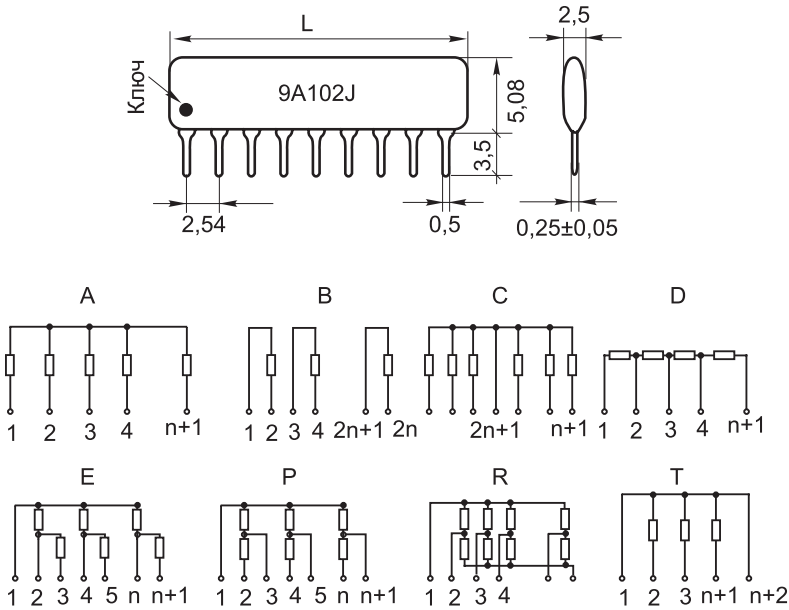

Рис. 1.2. Схемы соединения резисторов в сборках
2. Схема соединения резисторов сборки (рис. 1.2).
В приведенном выше примере маркировка 9A102J означает, что сборка составлена из резисторов сопротивлением 1 кОм ±5%, имеет девять выводов, в ее составе восемь резисторов, включенных по схеме А (см. рис. 1.2).